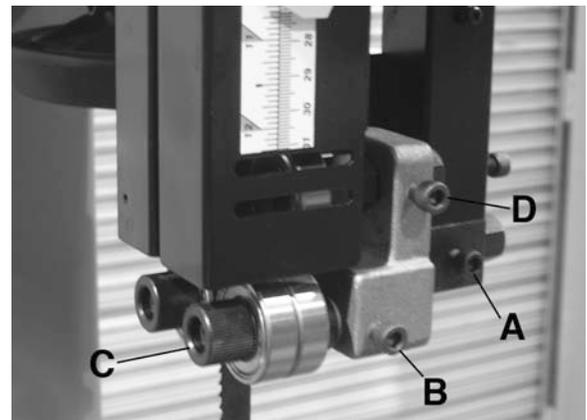
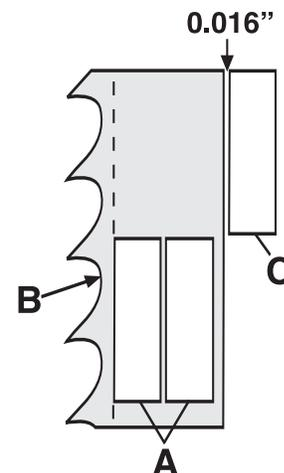

FIGURE 8
FIGURE 9
1. Ajustez les roulements à billes du guide de lame du haut vers l'avant autant que possible aux gosiers de la lame (A) Fig.9. Desserrez le boulon à tête cylindrique (A) Fig.8 et déplacez l'assemblé tout entière vers l'avant, resserrez le boulon à tête cylindrique.
2. Ajustez les roulements à billes du guide de lame du haut à moins de 0.004" des deux côtés de la lame, desserrez les boulons à tête cylindrique (B) des deux côtés, tournez les deux boutons moletés (C) pour porter les roulements à billes vers la lame jusqu'à ce qu'il y a une espace de 0.004".
3. N'ajustez pas les roulements à billes trop proche de la lame, la friction produit de la chaleur qui aura un effet adverse sur les roulements et la lame. Fig.9 illustre l'ensemble du guide de lame du haut correctement installé.
4. Ajustez le roulement à billes arrière (C) Fig.9, desserrez le boulon à tête cylindrique (D) Fig.8, positionnez le roulement à billes arrière à approx. 0.016" à l'arrière de la lame.